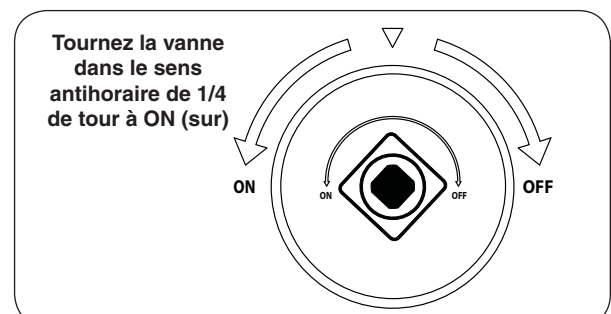

Fig. 38-2 SUR/ÉTEINDRE vanne clé détail
3. Tournez la SUR/ÉTEINDRE vanne clé de la hauteur dans le sens antihoraire de 1/4 de tour à la position **ON** (sur) (Fig. 38-2).
4. Localisez la télécommande et appuyez sur la touche **ON** (sur) (voir Fig. 38-2). La séquence d'allumage commence.